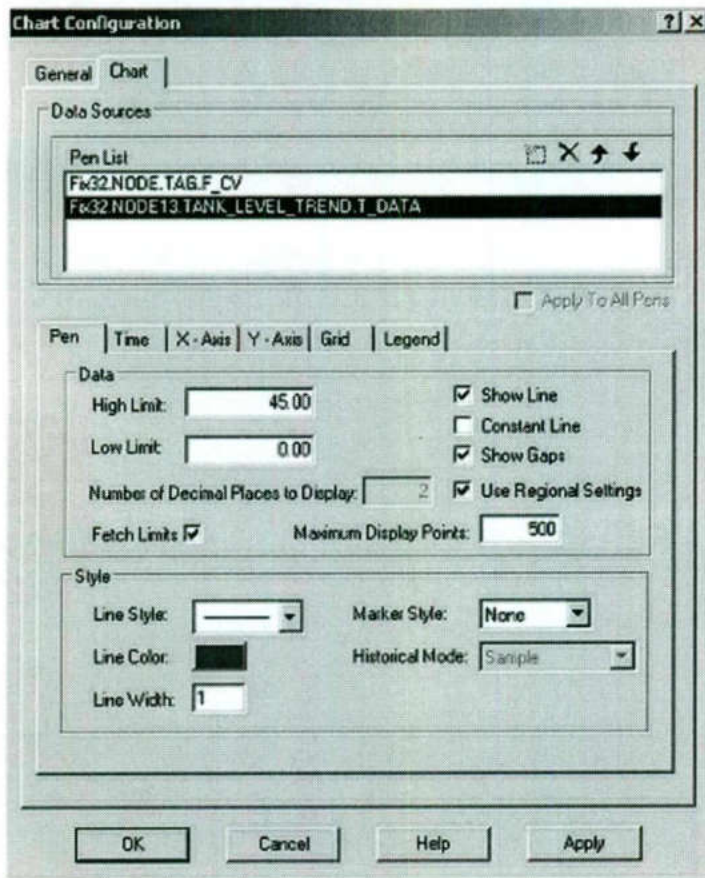

Figura 14-5: Configuración del Pen
- ◇ vea la figura 14-5
- ◊ vea la figura 14-5